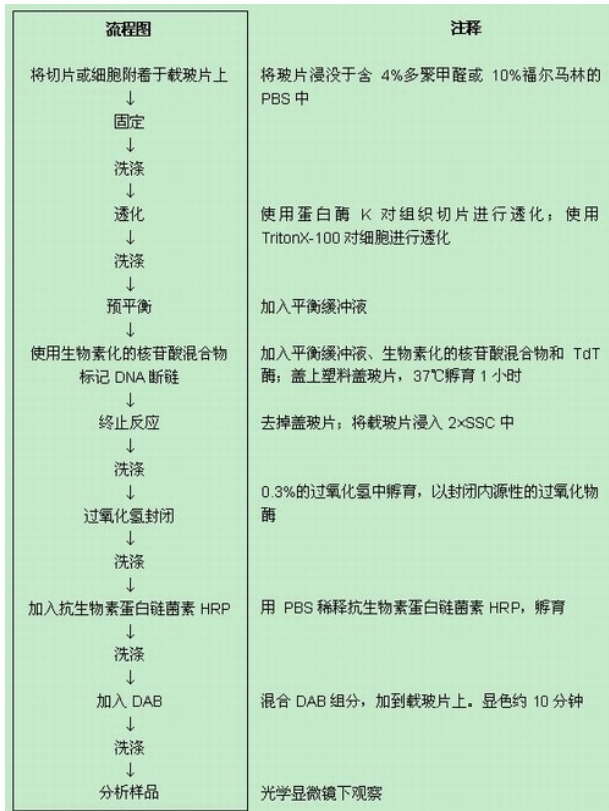

图 1. DeadEnd™ 比色法凋亡检测系统使用方法概述
caspase-3/7 的检测数据表明, C57BL/6 小鼠先单独使用溶剂 (5%DMSO; 无肽抑制剂) 处理, 然后再用 LPS 和 D-Gal 攻击, 使用 Caspase-Glo®R3/7 检测试剂盒检测, 结果显示肝组织中被激活的 caspase-3 和 caspase-7 的水平增加。LPS 和 D-Gal 攻击后 6 小时, 细胞中的 caspase-3/7 活性达到最大值(图 1)。最有趣的是, 小鼠经 cSN50 肽处理, 其肝细胞的凋亡程度低于溶剂对照组。
**图 1. 对照组和 cSN50 肽处理组小鼠启动 caspase 酶和效应 caspase 酶激活的时间依赖性。** 根据 Liu, D 等 2004 年描述的实验方案, 野生型 C57BL6 小鼠腹腔注射 LPS 和 D-Gal 前后, 用 cSN50 肽 (0.7mg, 溶于 200 $\mu$ l 5% DMSO) 或溶剂进行处理。LPS 和 D-Gal 攻击后检测了溶剂对照组(空白柱)和 cSN50 肽处理组(实心柱)肝脏 caspase 酶的活性。误差线表示每个数据点四只小鼠均值的 $\pm$ 标准差。P 值表示对照组和 cSN50 肽处理组之间相对光单位-RLU 的差异显著性(双向 ANOVA 分析)。图片的引用得到了以下授权: Dr. Jacek Hawiger, Vanderbilt University, 及 The Journal of Biological Chemistry.
DeadEnd™ 比色法凋亡检测系统可以对凋亡细胞的降解 DNA 进行末端标记。本系统以改进的 TUNEL 方法为基础，TUNEL 为 TdT 介导的 dUTP 缺口末端标记法（TdT-mediated dUTP nick end-labeling）的简称。图 1 所示为检测步骤。DeadEnd™ 系统对培养细胞和组织切片的 DNA 降解片段都可进行原位标记（4）。使用这一方法，凋亡细胞核被染成深褐色。